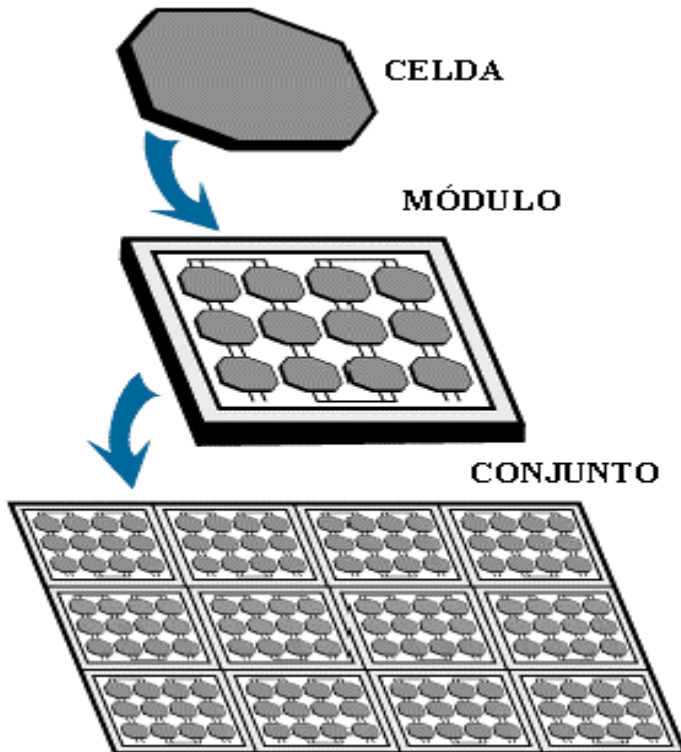

Fig.2.2 Arreglo de celdas.[2]
Varios módulos pueden ser conectados unos con otros para formar un arreglo Fig.2.2. En general, cuánto más grande es el área de un módulo o arreglo, más electricidad será producida. Los módulos y arreglos fotovoltaicos producen corriente directa (CD). Estos arreglos pueden ser conectados tanto en serie como en paralelo para producir cualquier cantidad de voltaje o corriente que se requiera.